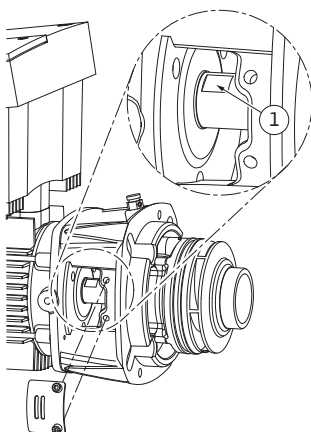

Fig. 49: Schlüsselflächen auf der Welle
15. Einen Maulschlüssel, optimale Schlüsselweite 22, mm in das Laternenfenster einführen und die Welle an den Schlüsselflächen festhalten (Fig. 49, Pos. 1). Die Laufradmutter (Fig. 7, Pos. 15) ausdrehen. Das Laufrad (Fig. 7, Pos. 16) wird automatisch von der Welle abgezogen.
24. Bei der Laufradmontage einen Maulschlüssel, optimale Schlüsselweite 22 mm, in das Laternenfenster einführen und die Welle an den Schlüsselflächen festhalten (Fig. 49, Pos. 1).